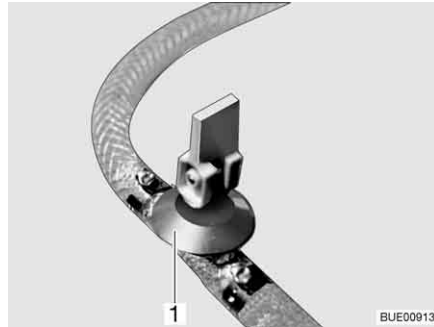

Bild 183 Avtappningskran
- Stäng avtappningskranen/avtappningskranarna. Ställ vipparmen (Bild 183,1) i vågrätt läge.
- Öppna avtappningskranen/avtappningskranarna (Bild 183). Ställ vipparmen (Bild 183,1) i lodrätt läge. Varmvattenberedaren töms utåt.